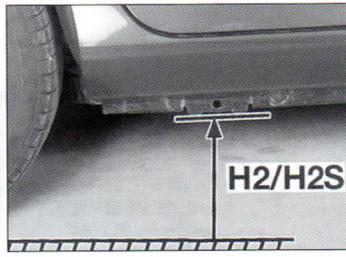
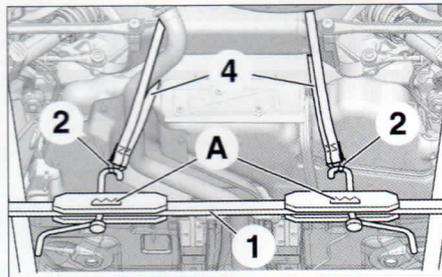

FIG. 2
FIG. 4
H2, H2S: distancia comprendida entre el nervio de la talonera trasera y el suelo (fig. 2).
- Colocar las cuatro cinchas (4) alrededor del travesaño trasero, a nivel de la soldadura entre el travesaño trasero y las partes laterales, procurando no presionar el escape con la cincha izquierda (fig. 4).
- Colocar el compresor de suspensiones (1).
- Escoger el centraje (A) mejor adaptado para tirar de las cinchas lo más verticalmente posible.
- Colocar los pasadores (3) en los emplazamientos de medición (fig. 2).